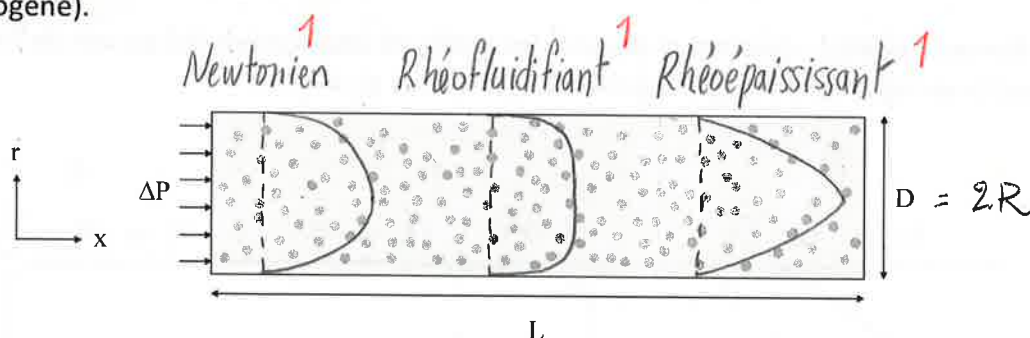

Figure 2. Géométrie de l'écoulement des suspensions.
- ③ c) On injecte ces suspensions à l'aide d'une seringue, correspondant à un écoulement de Poiseuille avec vitesse du fluide nulle à la paroi dans une conduite cylindrique de longueur L et diamètre D comme montré à la Figure 2. Dessinez sur la figure l'allure du profil de la vitesse $u_x(r)$ au sein de la suspension pour les cas Newtonien, rhéofluidifiant, et rhéoépaississant (on néglige l'effet des forces électrostatiques et on considère que la distribution des particules reste homogène).